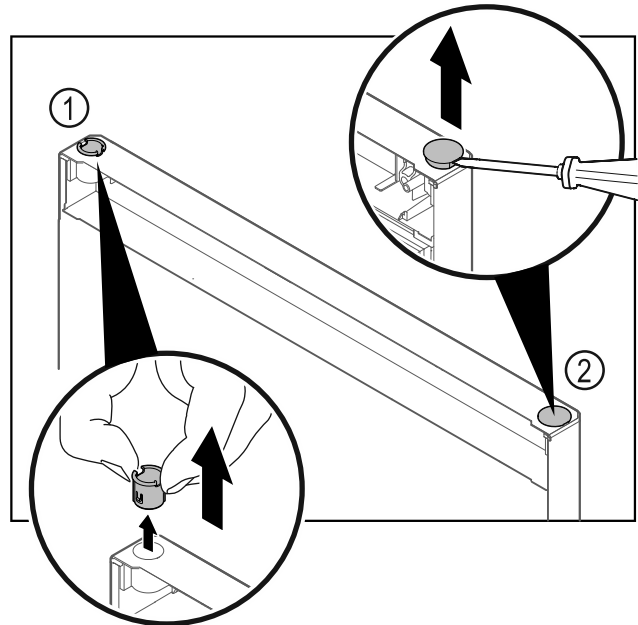

Fig. 16
- ▶ Τραβήξτε έξω την υποδοχή μεντεσέ Fig. 16 (1) με τα δάχτυλα.
- ▶ Ανασηκώστε προσεκτικά την τάπα Fig. 16 (2) με ένα ίσιο κατσαβίδι και τραβήξτε την έξω.